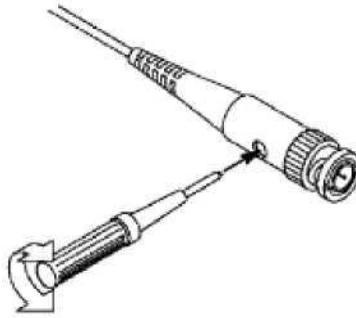

Abbildung 3-7 Einstellen des Tastkopfs
2. Prüfen Sie die angezeigten Wellenformen und justieren Sie den Tastkopf, bis eine korrekte Kompensation erreicht ist (siehe Abb. 3-6 und Abb. 3-7).